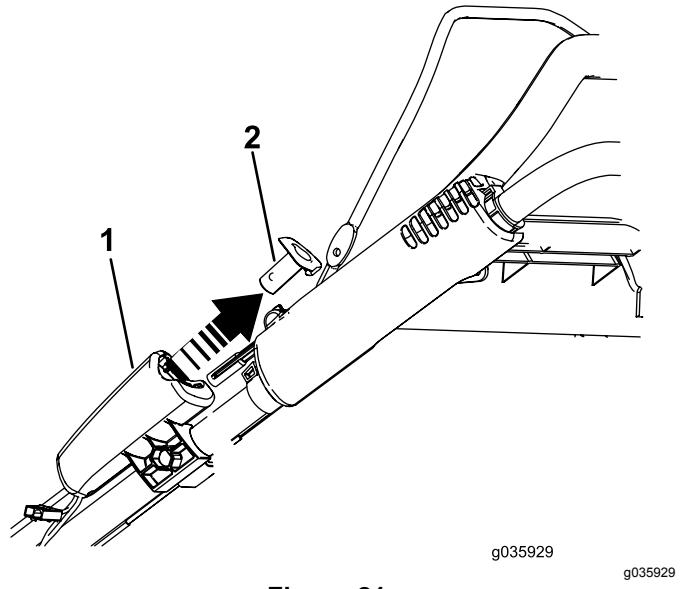

Figure 21
1. **Pour les modèles à démarrage électrique uniquement**, retirez le bouton de démarrage électrique ; voir la Figure 21.